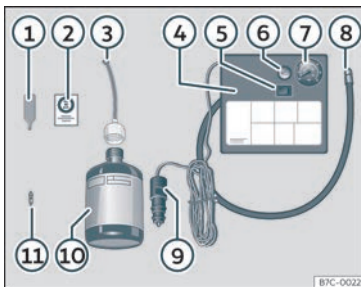

Fig. 38 Representación estándar: contido do kit anticipadas.
O kit anticipadas atópase no compartimento do maleteiro, baixo o revestimento do chan. Inclúe os seguintes compoñentes»» fig. 38 :
- Desaparafuse a carapucha e o obús da válvula do pneumático. Use o dispositivo »» fig. 38 ① para extraer o obús. Póñao sobre unha superficie limpa.
- Sacuda con forza a botella de illante de pneumáticos»» fig. 38 ⑩.
- Enrosque o tubo de inflamento»» fig. 38 ③ na botella de illante. O precinto da botella romperá automaticamente.
- Retire o tapón do tubo de carga»» fig. 38 ③ e enrosque o extremo aberto do tubo na válvula do pneumático.
- Volva a colocar o obús co dispositivo »» fig. 38 ① na válvula do pneumático.
- Enrosque o tubo de inflamento do pneumático do compresor»» fig. 38 ⑧ na válvula do pneumático.
- Asegúrese de que o parafuso de evacuación de aire estea pechado»» fig. 38 ⑥.
- Acople o conector»» **fig. 38 ⑨** á toma de corrente de 12 voltios do vehículo »» páx. 157.
- Conecte o compresor de aire con conmutador ON/OFF»» **fig. 38 ⑤**.
- Pegue o adhesivo»» **fig. 38 ②** no cadro de instrumentos, dentro do campo visual do condutor.
Enrosque de novo o tubo de inflamento »» **fig. 38 ⑤** e comprobe a presión no manómetro **⑥**.